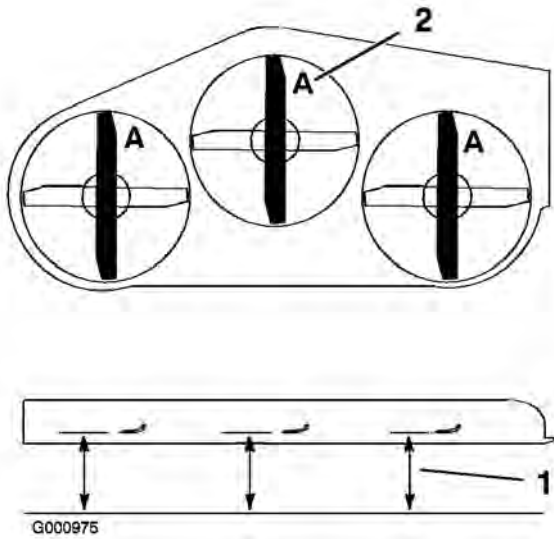

Figura 54
3. Gire las cuchillas hasta que los extremos estén orientados hacia adelante y hacia atrás. Mida desde una superficie nivelada hasta el filo de corte, posición **A**, de las cuchillas (Figura 54). Anote esta dimensión. Para las plataformas